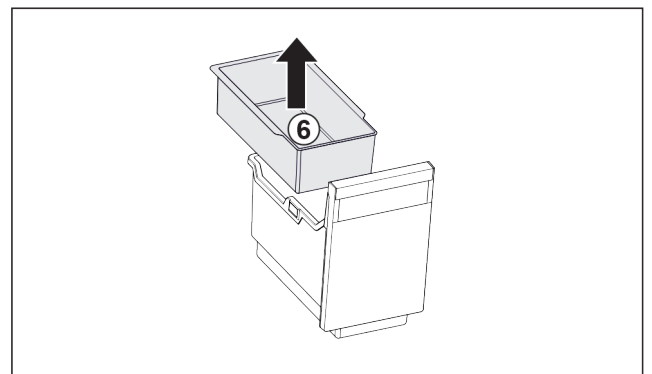

Fig. 24
- ▶ Rimuovere la vaschetta da agganciare Fig. 24 (6).